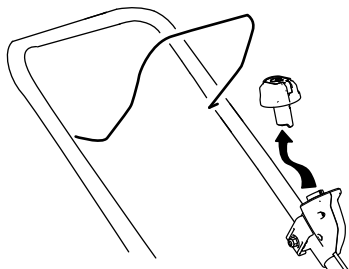

Figure 13
1. Retirez le bouton du démarreur électrique (Figure 13).